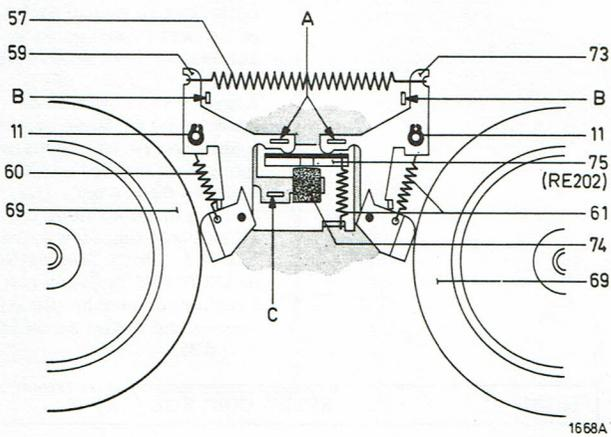

Fig. 16
- Lorsque l'aimant est excité, la distance entre les sabots de freinage sur les étriers 59 et 73 et les plateaux à bobine doit être de 0,6 - 0,7 mm. Le réglage est effectué en courbant les pattes A. Veiller à ce que la distance à droite et à gauche soit égale (voir fig. 16).
- Lorsque les sabots de freinage appuyent, la distance entre les pattes B et les étriers de freinage doit être de 0,2 - 0,3 mm. Le réglage se fait en courbant les languettes B (voir fig. 16).
- Lorsque les patins de freinage culbutent (la face ronde des patins contre les plateaux à bobine), la distance entre l'enduit d'aimant et les étriers de freinage (59 et 73) doit être de 0,3 - 0,4 mm. Le réglage se fait en courbant la patte C (voir fig. 16).
La force de freinage est égale à la lecture de l'instrument x rayon de la bande enroulée. Le réglage se fait en raccourcissant, tirant ou remplaçant le ressort 57 (voir fig. 16).